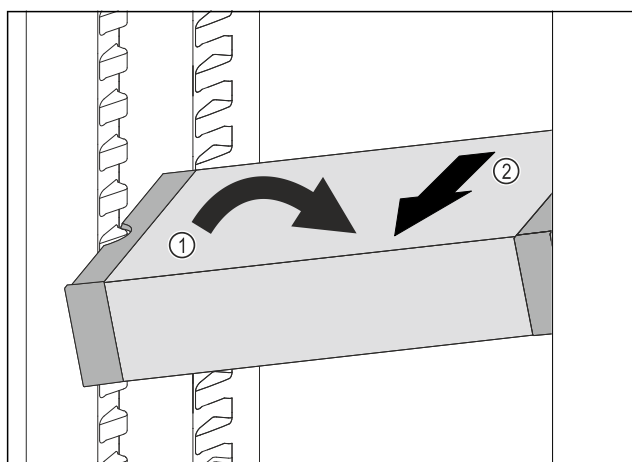

Fig. 204
- ▶ 在冷藏区中倾斜 VarioSafe。 Fig. 204 (1)
- ▶ 向前取出 VarioSafe。 Fig. 204 (2)